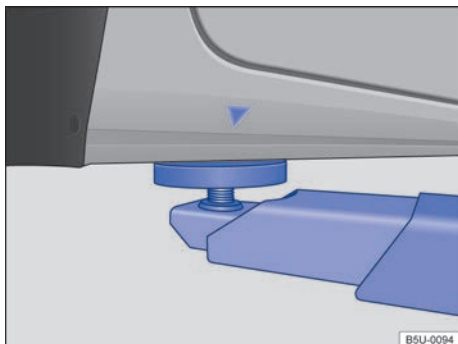
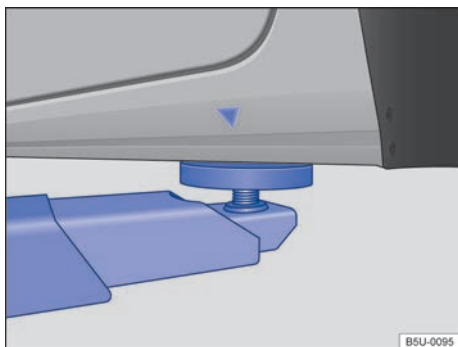

Fig. 197 Pontos de apoio dianteiros para a suspensão com plataforma elevatória ou com macaco.
Fig. 198 Pontos de apoio traseiros para a suspensão com plataforma elevatória ou com macaco.
O veículo deve ser suspenso somente pelos pontos indicados nas figuras → Fig. 197 e → Fig. 198. Se o veículo não for suspenso pelos pontos indicados, podem ocorrer danos no veículo → ⚠️ e ferimentos graves → ⚠️.
- Suspender o veículo somente pelos pontos indicados nas figuras → Fig. 197 e → Fig. 198. Se o veículo não for suspenso pelos pontos indicados, o veículo poderá cair da plataforma elevatória quando, por exemplo, o motor ou a suspensão for desmontado.